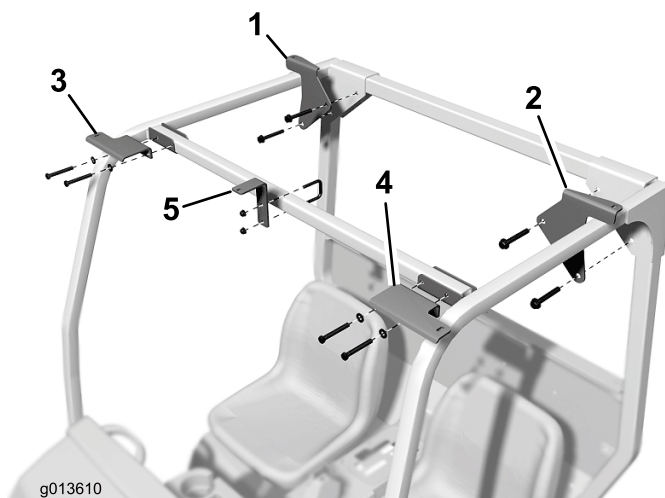

Figura 2
3. Utilizando os parafusos e porcas removidos, monte sem apertar o suporte traseiro direito da capota na coluna ROPS direita (Figura 2).
6. Monte sem apertar o suporte frontal direito da capota à coluna ROPS direita e barra transversal com novos parafusos 3/8 x 3-3/4 pol. e anilhas e porcas existentes (Figura 2).
8. Monte sem apertar o suporte frontal da capota no centro da barra transversal com o parafuso em U e porcas 5/16 pol. (Figura 2).